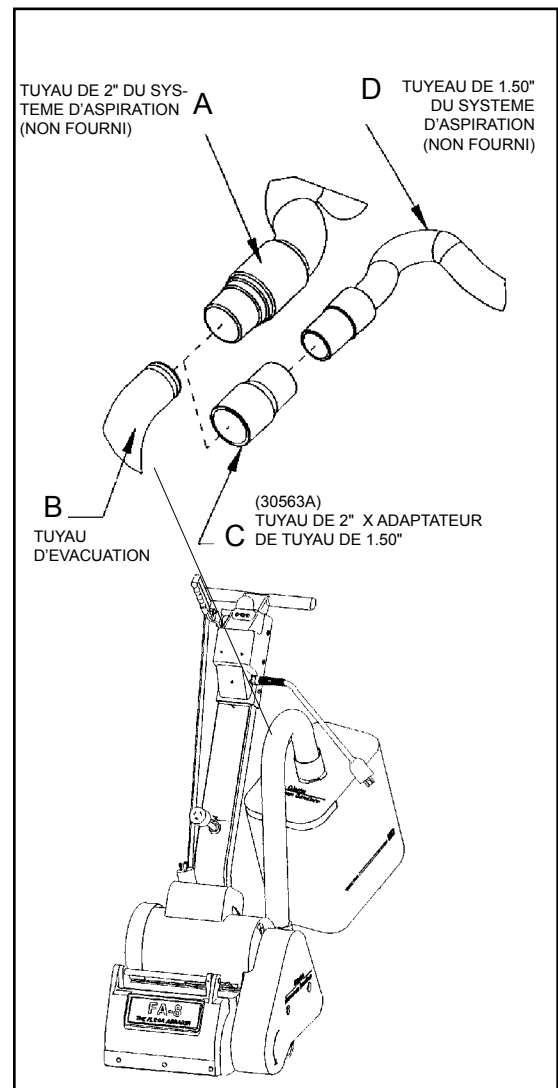

Figure 2
1. Monter l'adaptateur d'extrémité de tuyau (5 x 3,8 cm- Pièce no 30563A) (figure 39, C) sur le tuyau d'évacuation (figure 2, B).
2. Introduire l'extrémité de tuyau de 3,80 cm (figure 33, D) dans l'adaptateur (figure 2, C).